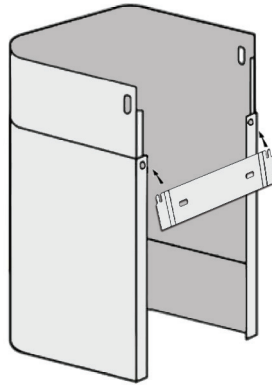

Figure 5
- Fixez le support inférieur à la cheminée inférieure. (Voir la figure 5)